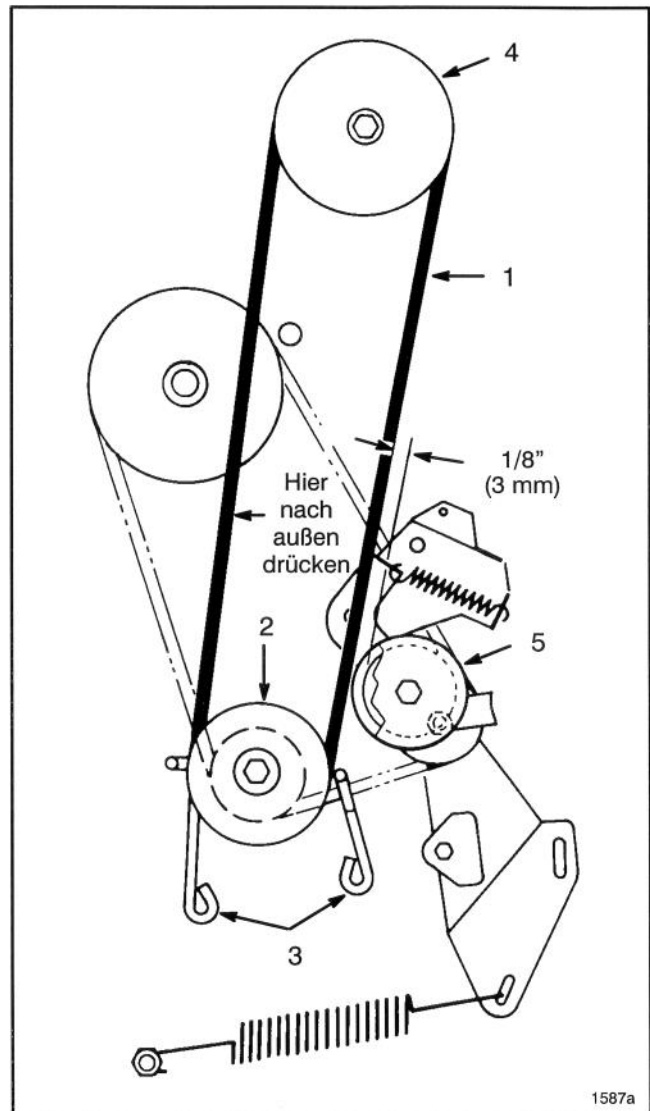

Abbildung 19
7. Die Kopfschrauben lösen, mit denen (2) Motorscheiben-Riemenführungen befestigt sind, und die Führungen von der Scheibe weg bewegen. Den Decktreibriemen von der Motorscheibe entfernen (Abb. 19).
9. (2) Schrauben entfernen, mit denen die Riemenführung am Mähergehäuse befestigt ist, und die Riemenführung entfernen. Den Riemen von der Scheibe entfernen.
12. Den Riemen nach außen drücken (Spiel beseitigen) wie in Abb. 19 gezeigt und den Spielraum zwischen Außenseite des Riemens und Innenseite der Leitrad-scheibe überprüfen (Abb. 19). Der Spielraum sollte ca. 1/8 Inch (3 mm) betragen.